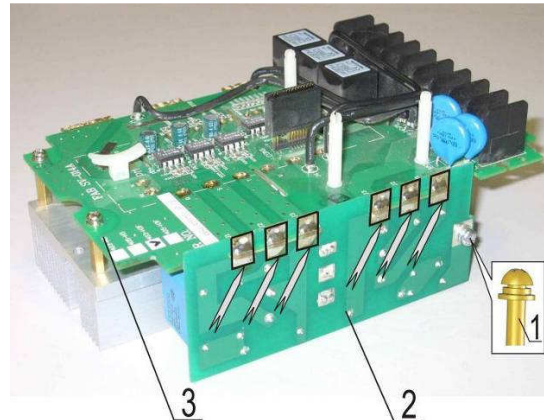

Рис. 7.8
7.3.1. Установить плату ЭМИ-фильтра (2), совместив отверстия платы с контактами платы драйверов (3) (рис. 7.8).
7.3.2. Закрепить плату ЭМИ-фильтра (2), вкрутив винт (1) (рис. 7.8).
7.3.3. Паять шесть контактов платы ЭМИ-фильтра (3) к контактным площадкам платы драйверов (2) (рис. 7.8).